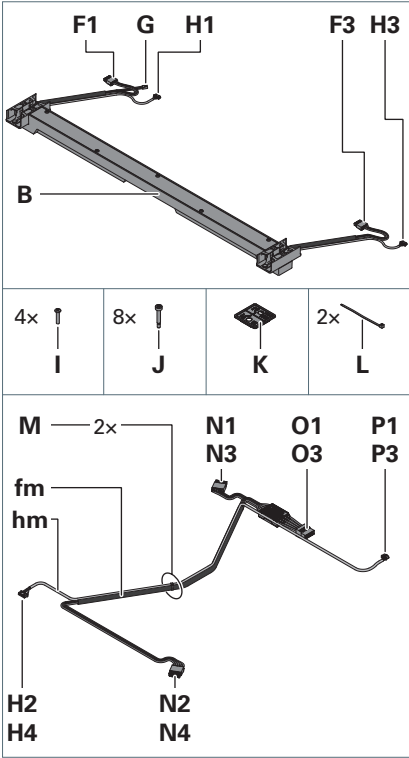

Fig. 2: Dotazione supplementare adattatore H.
- Prelevare i componenti della dotazione supplementare soltanto quando sono necessari nel relativo passaggio di montaggio, vedere Fig. 2.